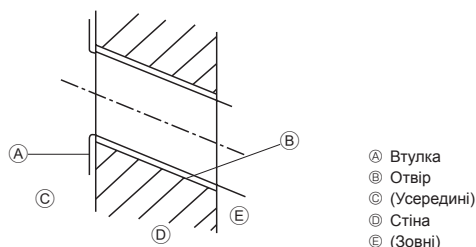

Fig. 3-3
- Ⓐ Монтажна плата ①
3.2.2. Свердління отвору для труби (Fig. 3-3)